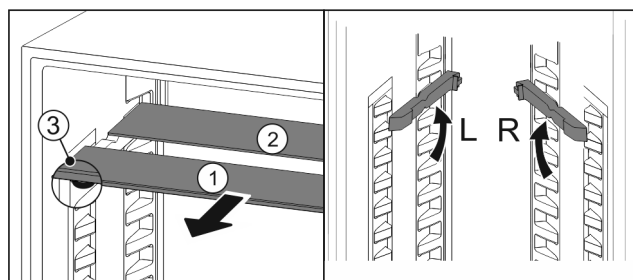

Fig. 145
- estrarre i ripiani di vetro singolarmente tirando in avanti Fig. 145 (1).
- ▶ Il piano in vetro Fig. 145 (1) con il motivo ornamentale è nella parte anteriore.
- ▶ I fermi Fig. 145 (3) sono rivolti verso il basso.